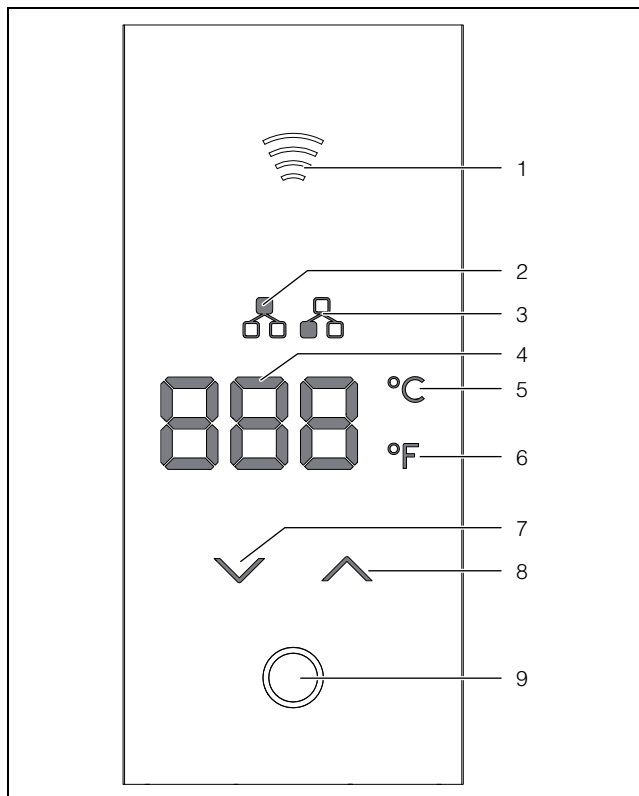

Bild 51: Display
Displayen visar tre tecken med sju segment vardera (bild 51, pos. 4). En liten stund (ca 10 sekunder) efter att strömförsörjningen har kopplats in visas innertemperaturen. Den visas kontinuerligt så länge det inte föreligger något fel- eller systemmeddelande. Om sådana meddelanden har aktiverats, visas de växelvis med temperaturen.